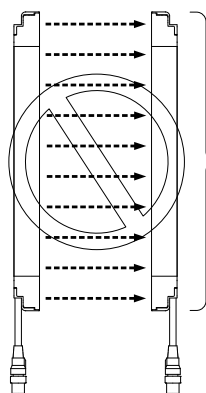

図 2
2. 直列連結時のみ 1 セット全エリアに警告エリアを設定することができます。(図 2、3 参照)